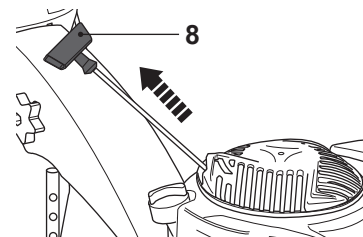

Fig. 14
- > Tire del tirador de arranque de retroceso ligeramente hasta que note resistencia y, a continuación, tire del mismo rápidamente. Hágalo de nuevo hasta que el motor arranque (Fig. 14).